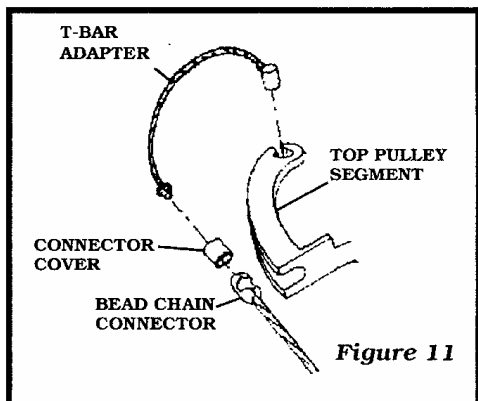

Figure 11
3. 將一個珠型鏈條連接扣與定速器鋼索結合，裝上連接扣護套。（Figure 11）